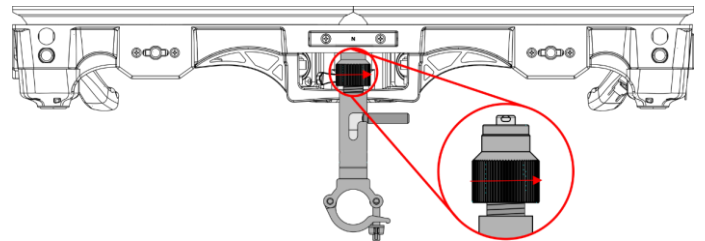

Fig. 37
- 03) Para nivelar la pantalla LED gire la parte delantera del soporte de apilado en sentido horario como se muestra en la Fig. 37.